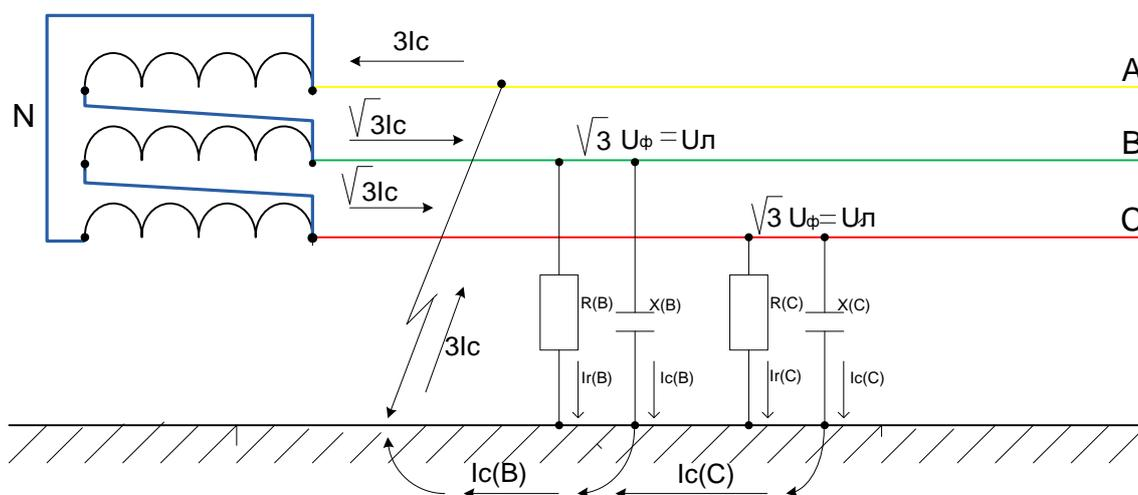

Рисунок 1.6. Трёхфазная сеть с изолированной нейтралью
1.1.4 Сеть с изолированной нейтралью - нейтраль трансформатора или генератора, не присоединенная к заземляющему устройству или присоединенная к нему через большое сопротивление приборов сигнализации, измерения, защиты и других аналогичных им устройств. (Рис.1.6)